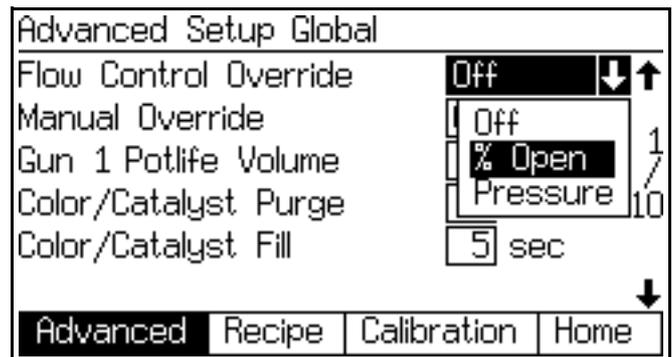
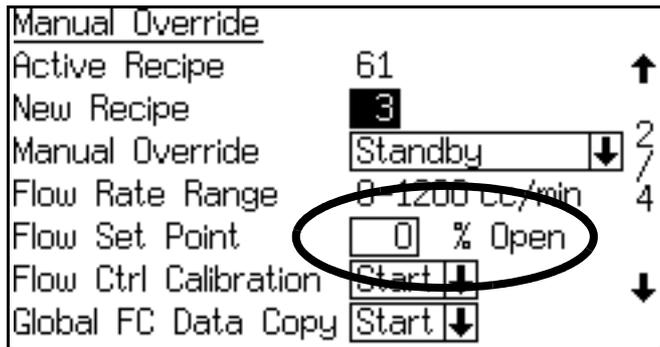

FIG. 92. Menu commande prioritaire de régulation de débit
Fig. 93. Point de réglage du débit en pourcentage
3. Mettez le paramètre Commande prioritaire de régulation de débit en position Pourcentage d'ouverture. Voir FIG. 92 et Tableau 12. Dans l'**Écran de Commande manuelle**, le champ Point de réglage du débit s'affiche sous la forme d'un pourcentage d'ouverture (voir FIG. 93).